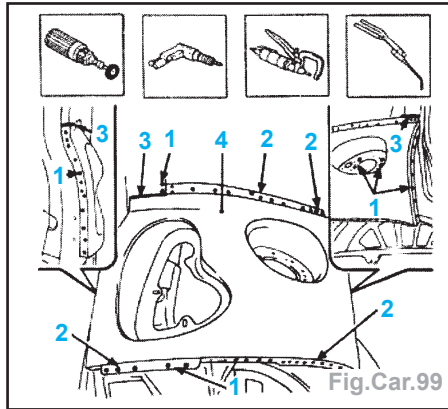

Fig.Car.99
- Dépointer à la perceuse les points de soudure (1 et 2) (Fig.Car.99).